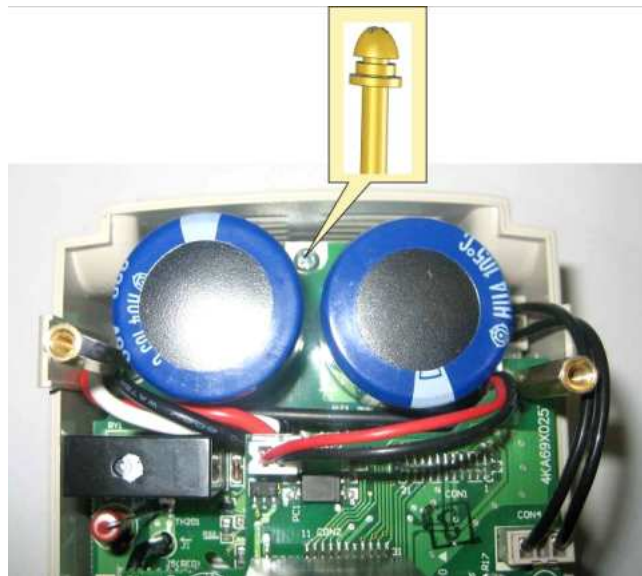

Рис. 7.18
7.5.3. Закрепить модуль ПЧ в основании корпуса одним винтом (рис. 7.18).